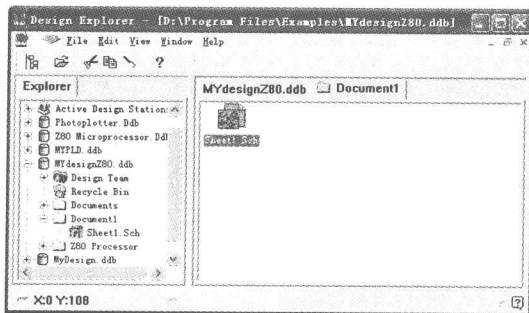

图 1-21 新建文件
2) 选择新建文件后, 单击 按钮, 或直接双击选择文件图标, 新建文件将出现在文件夹中, 如图 1-21 所示。